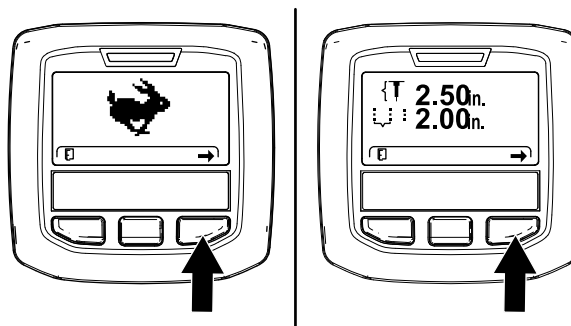
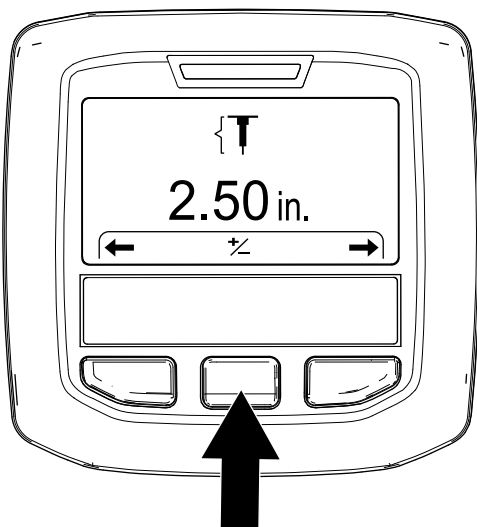

Figura 51
Figura 52
3. Premete il tasto destro dell'InfoCenter fino a quando non viene visualizzata la schermata Impostazione della profondità dei fori (Figura 51 e Figura 52).